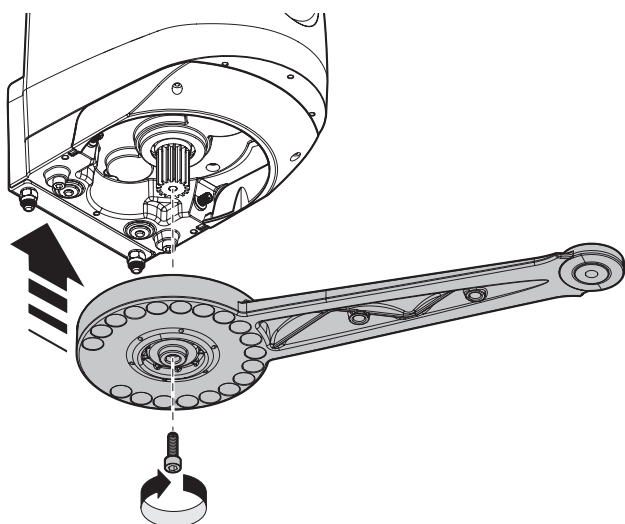

Fig. 8
- 02.** Sbloccare il motoriduttore come mostrato nella **fig. 8**;